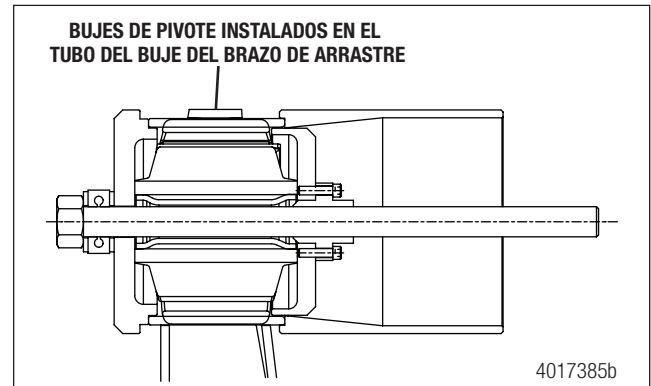

Figura 7.19
11. Gire el perno de acoplamiento A LA DERECHA utilizando una llave de tuercas de impacto de 1/2 pulgada a velocidad baja y constante para instalar el buje en el tubo de buje del brazo de arrastre. Figura 7.19.